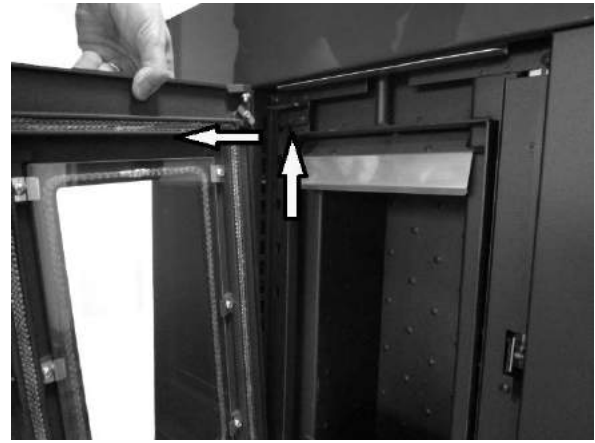

Fig. 19 - Ausbau der Tür
- Tür anheben, so dass die Stifte der Tür aus der Halterung an der Struktur gehoben werden (siehe **Fig. 19**).